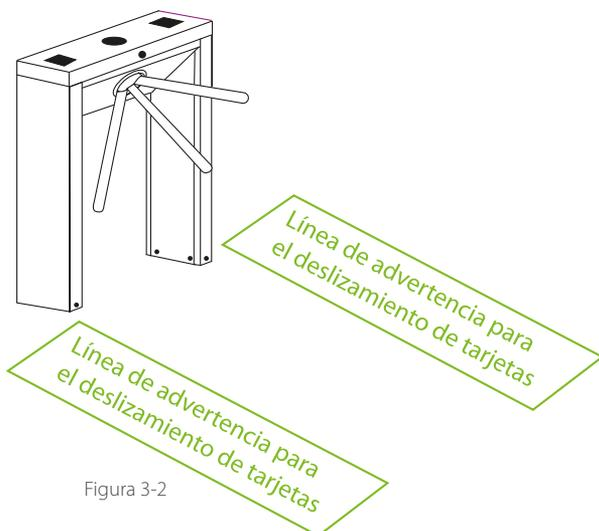

Figura 3-2
3. Coloque una línea de advertencia para el deslizamiento de tarjetas (vea la figura 3-2). Se sugiere una línea de advertencia para que los usuarios puedan deslizar las tarjetas a una distancia determinada, lo que reduce enormemente la probabilidad de que el equipo falle debido a mal uso del equipo.